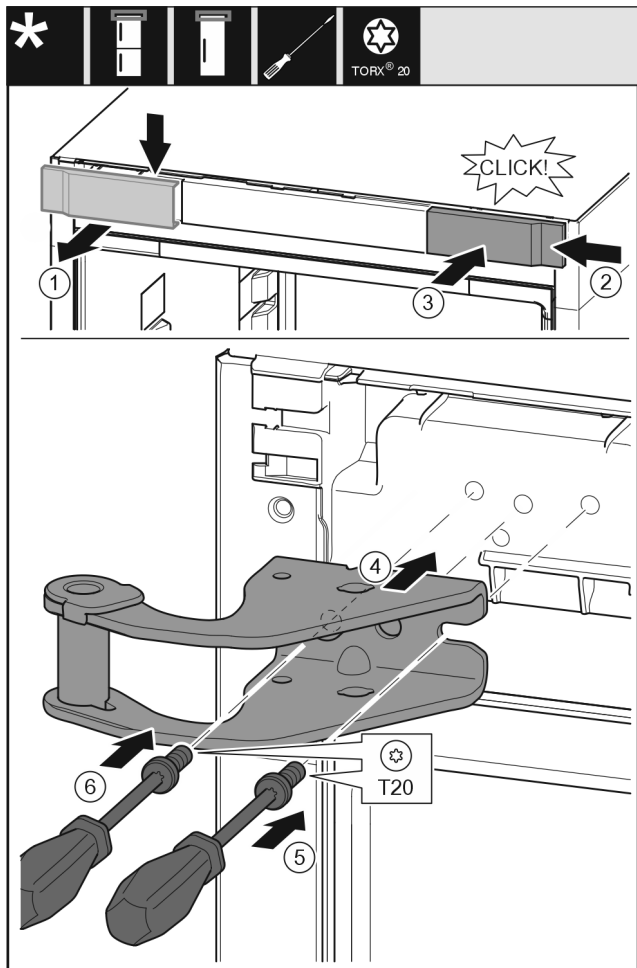

Fig. 12
- ▶ Pokrov snemite od zgoraj v smeri naprej. Fig. 12 (1)
- ▶ Pokrov, obrnjen za 180°, namestite na drugi strani z desne strani. Fig. 12 (2)
- ▶ Zataknite pokrov. Fig. 12 (3)
- ▶ Pristavite zgornji ležajni podstavek. Fig. 12 (4)
- ▶ Vijak vstavite z izvijačem T20 in ga zategnite. Fig. 12 (5)
- ▶ Vijak vstavite z izvijačem T20 in ga zategnite. Fig. 12 (6)